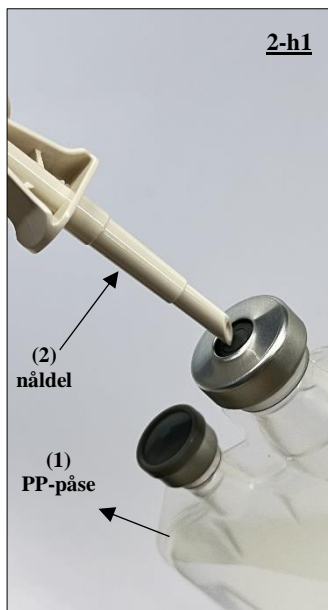

Fig. 16 Rikta in nåldelen av spiken (2) med porten på PP-påsen(1) före införandet.
2-h1 och 2-h2) För in nåldelen av *spiken* (2) i *PP-påsen* (1). Se till att spiken är helt isatt för att få en säker anslutning. (Se fig. 16 och 17.)